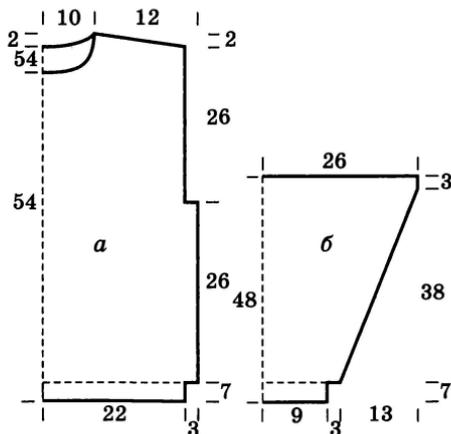

Рис. 78. Выкройки деталей пуловера с жаккардовым узором: а — 1/2 спинки и 1/2 переда; б — 1/2 рукава
**Примерный расчет** (рис. 78):